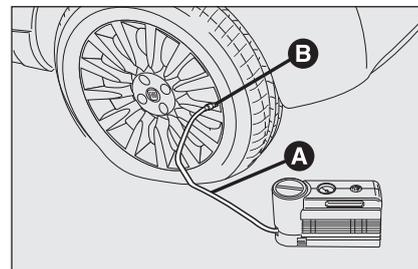

fig. 13
- Accione el freno de mano.** Afloje el capuchón de la válvula del neumático, saque el tubo flexible de llenado **A-fig. 13** y apriete el casquillo **B** en la válvula del neumático;